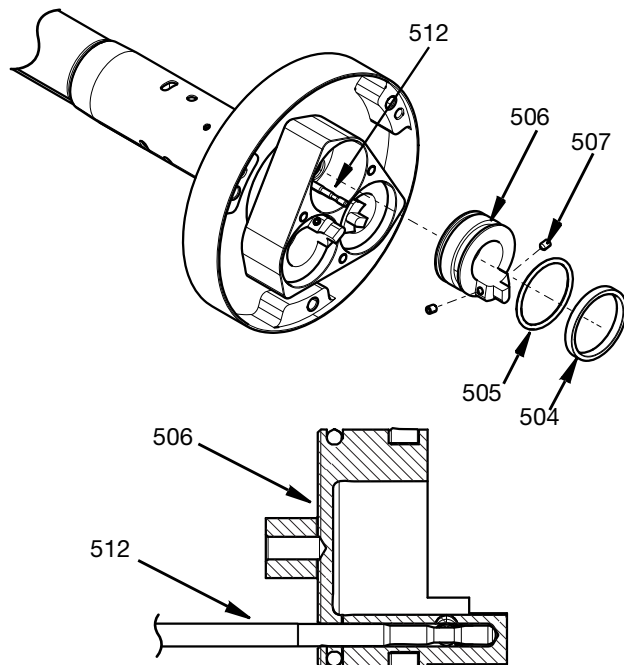

FIG. 31
- Lubrifiez les joints toriques (505) et les bagues de guidage (504) avec une graisse synthétique.
- Insérez les pistons dans le logement du cylindre (509) tout en alignant l'orifice de la vanne d'arrêt de la tige sur la vanne d'arrêt de la tige (512).
- Poussez les pistons et la vanne d'arrêt de la tige ensemble pour que les vannes d'arrêt de la tige s'enfoncent dans l'orifice du piston. Voir FIG. 31.
- e. Appliquez un frein filet (Loctite™ 242 Blue ou équivalent) sur les deux vis M4 (507) et serrez pour bloquer ensemble le piston et la vanne d'arrêt de la tige. Serrez au couple de 3,3 N•m).
- f. Vérifiez le mouvement de la vanne d'arrêt de la tige et du piston afin qu'ils se déplacent de manière régulière sans forcer. Voir FIG. 31.